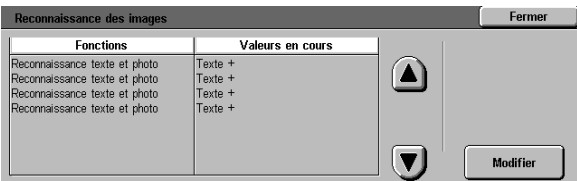

Figure 46 : Écran Reconnaissance des images
- 2 Appuyez sur la touche **Reconnaissance des images** pour afficher l'écran correspondant (voir la figure 46).